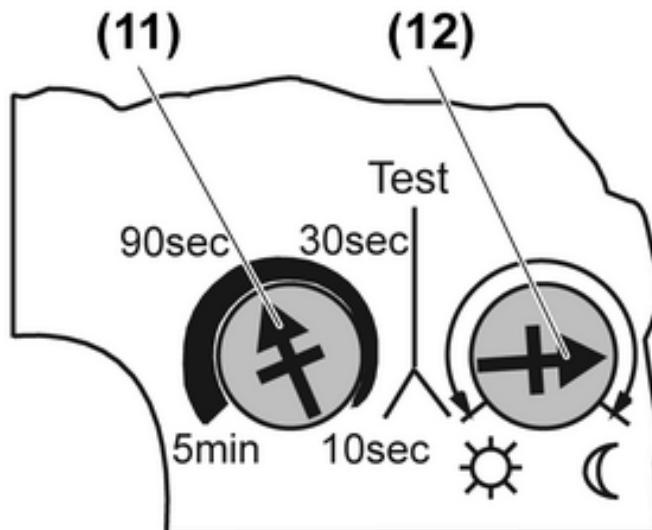

Bild 5: Nachlaufzeit und Helligkeitsschwelle einstellen
Der Bewegungsmelder verfügt auf der Rückseite des Gehäuseoberteils über einen Einsteller für die Nachlaufzeit (11) und die Helligkeitsschwelle (12) (Bild 5).
- Gewünschte Nachlaufzeit mit Einsteller (11) einstellen.
- Gewünschte Helligkeitsschwelle mit Einsteller (12) einstellen, dabei steht das Symbol ☀ für Tagbetrieb, also helligkeitsunabhängiges Schalten und das Symbol ☽ für minimale Helligkeit.
- [i]** Soll das Gerät bei Beginn der Dämmerung schalten, den Einsteller (12) wie im (Bild 5) dargestellt einstellen.